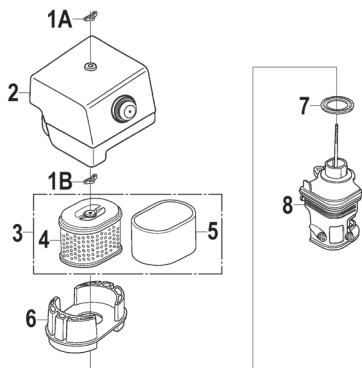

Рис. 38 Обслуживание воздушного фильтра
1. Открутите барашковую гайку 1А и снимите крышку 2 воздушного фильтра (Рис. 38).
2. Открутите барашковую гайку 1В и снимите воздушный фильтр 3 в сборе (Рис. 38).
3. Проверьте целостность и чистоту фильтрующих элементов. Поролоновый (предварительный) фильтрующий элемент 5 установлен на корпусе бумажного фильтрующего элемента 4 (Рис. 38).
5. Произведите очистку основания 8, глушителя шума 6 и крышки 2 воздушного фильтра, не допуская попадания пыли и грязи в воздуховод, ведущий к карбюратору (Рис. 38).
7. Перед установкой воздушного фильтра убедитесь, что уплотнительное кольцо 7 воздушного фильтра находится на месте и не имеет повреждений (Рис. 38).